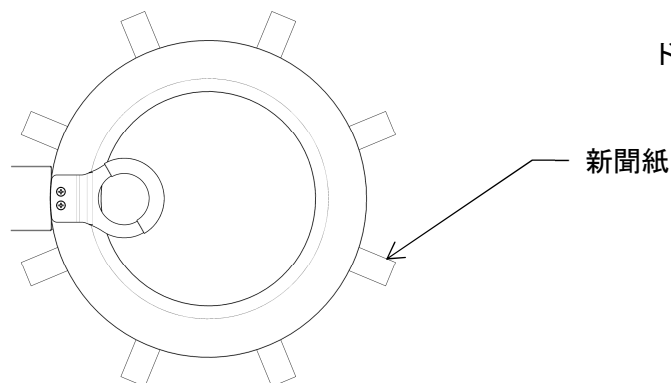

図 8-10
- ・その紙を (図 8-10) の様にドアパッキンとドア口金の間に挟み、ドアを閉めます。この時、水分は十分拭取られ、しばらくドアを開放し乾燥されていなくてはなりません。